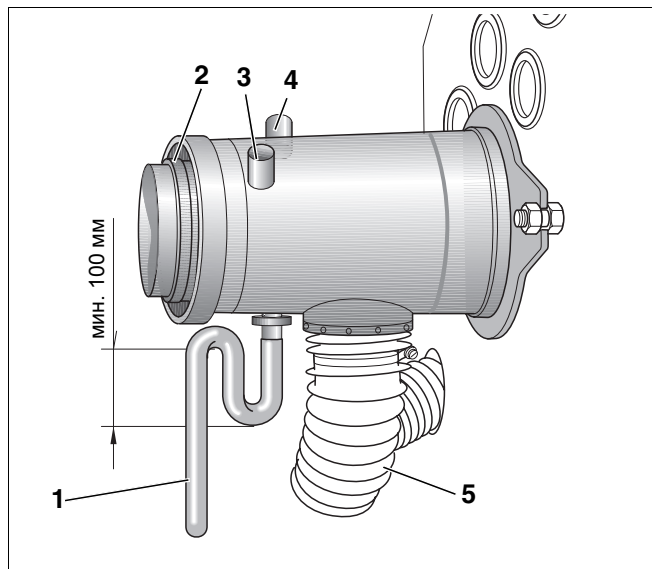
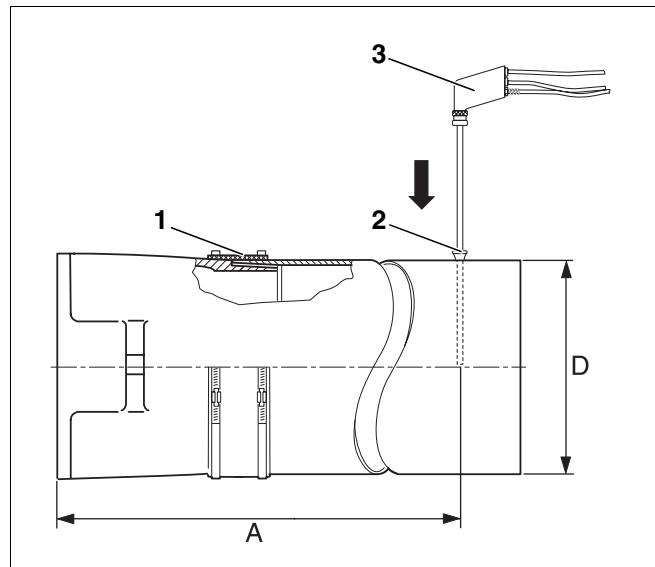

Рис. 14 Присоединительный штуцер концентрической дымовой трубы
Рис. 15 Проведение замеров
Замеры осуществляются только на присоединительном участке дымовой трубы (рис. 15, стр. 21) или на штуцере концентрической дымовой трубы (рис. 14).
Отверстие для замеров (муфта; рис. 15, поз. 2) должна находиться на расстоянии "А" (примерно 2 диаметра дымовой трубы "D") от патрубка дымовых газов (рис. 15). Если сразу после отопительного котла установлен отвод для соединения с дымовой трубой, то замеры нужно производить до этого отвода.
Мы рекомендуем установить уплотнительную манжету (рис. 15, поз. 1) для соединения котла с дымовой трубой.
- Опустить измерительный зонд (рис. 15, поз. 3, стр. 20) в центр потока (середина трубы), здесь дымовые газы имеют наивысшую температуру.